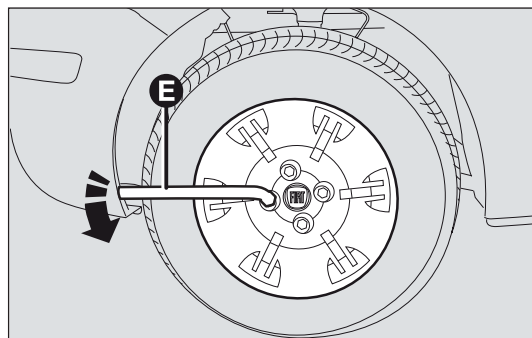

fig. 123
- ☐ afloje una vuelta los tornillos de fijación de la rueda que se debe sustituir con la llave suministrada E-fig. 123;